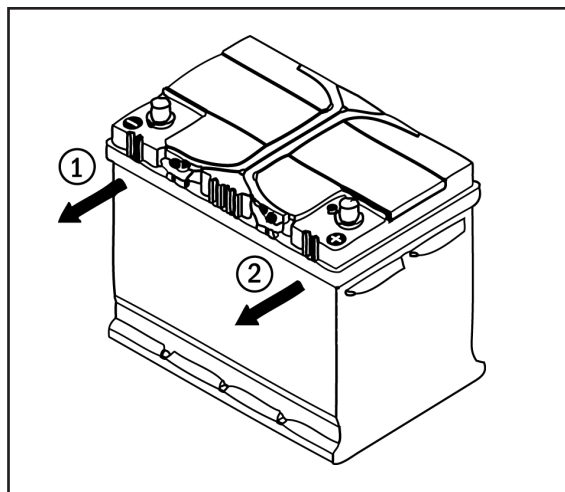

Fig. 1: Desconectar la batería
- Conecte primero el polo negativo y, después, el polo positivo (véase Fig. 1).